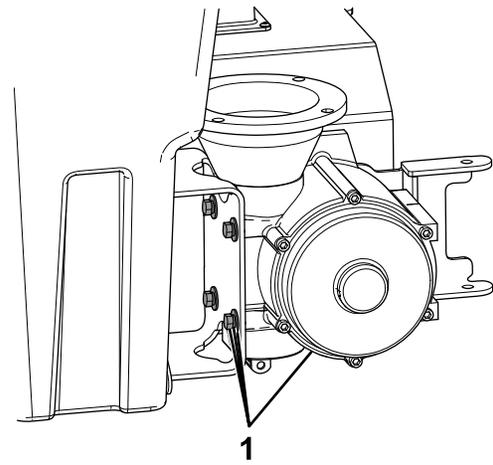

Figure 14
11. Retirez et mettez au rebut les 4 boulons, rondelles frein et rondelles plates qui fixent le boîtier d'engrenages à sa plaque de montage (Figure 14). Mettez au rebut le boîtier d'engrenages et l'accouplement.